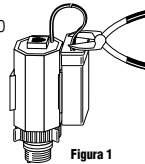

Figura 1
Passo 2) Tagliare il filo rosso e il filo nero in prossimità del copribatteria dell'unità Actuator 8030 come indicato nella Figura 1. Non danneggiare la protezione isolante dei fili. Rimuovere il copribatteria precedente e il connettore a 9V dell'unità Actuator 8030.